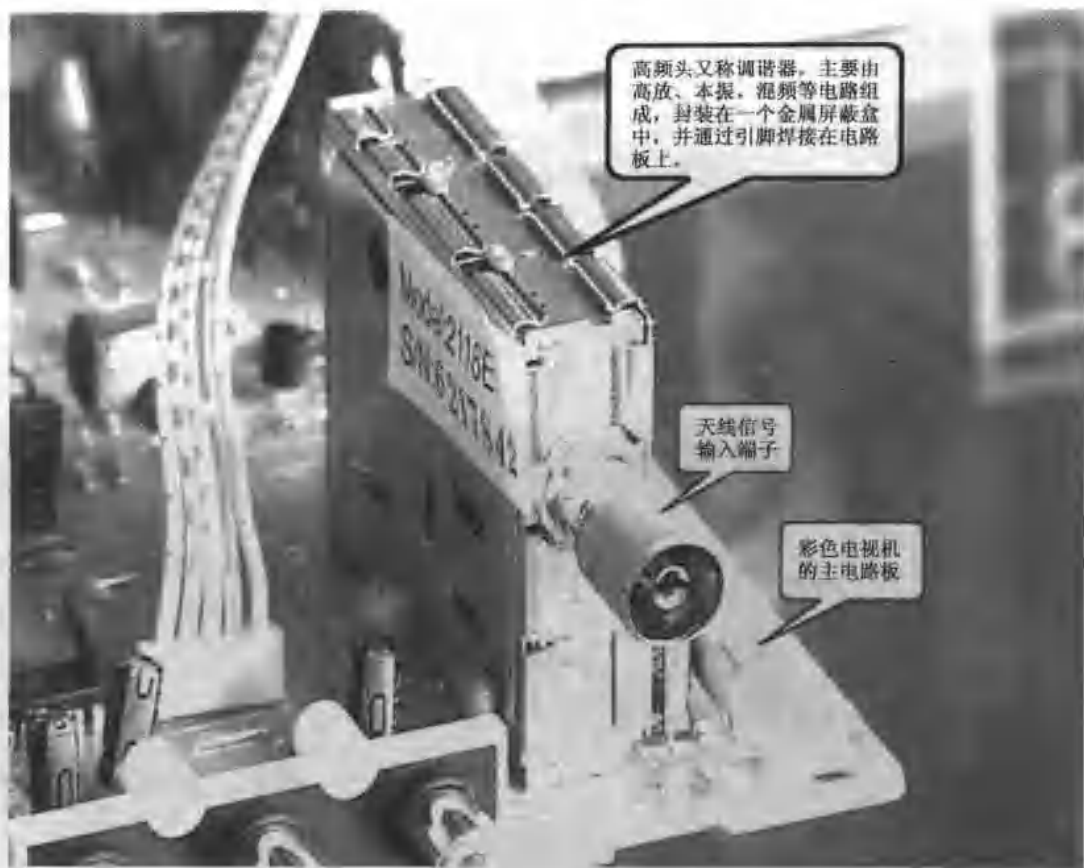
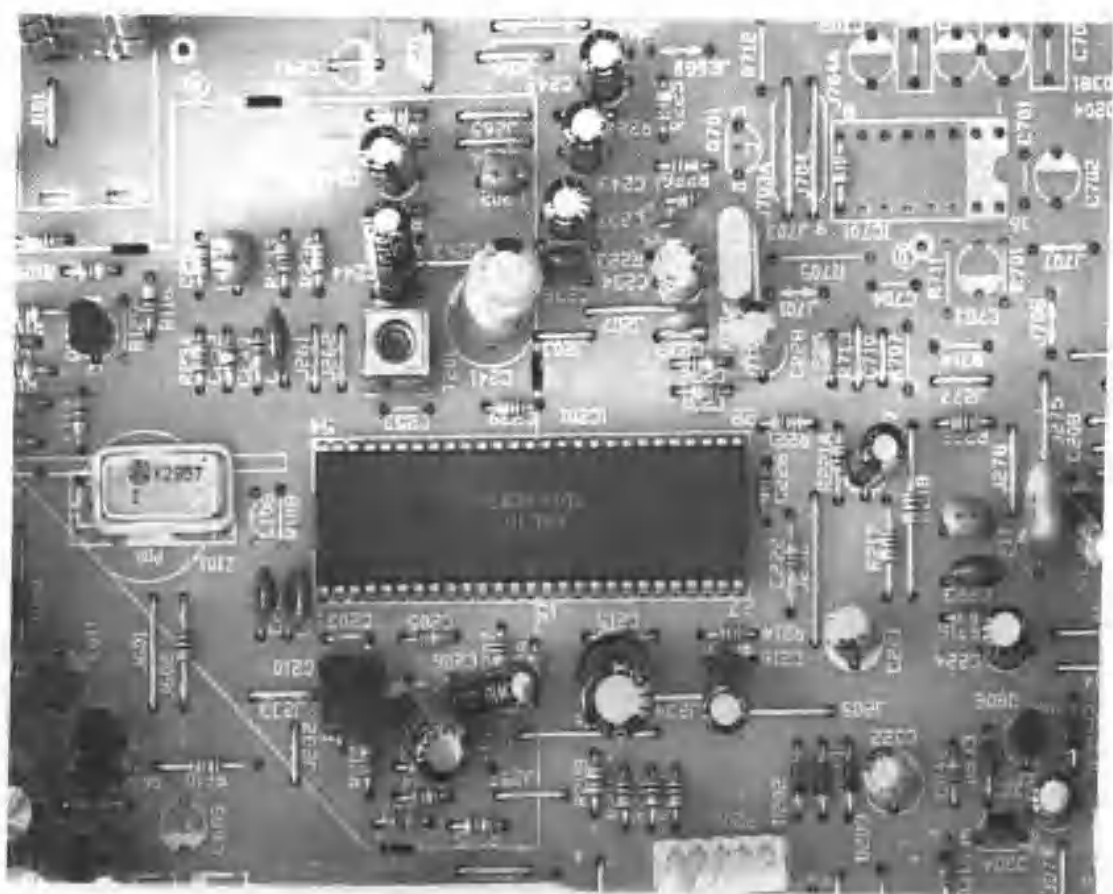

图 1-3 调谐器
图 1-4 中频、视频解码一体化 IC
(1) 调谐器。这是电视机处理电视信号的第 1 道关口, 要求功率增益高, 噪声系数小。由于调谐器处理的信号频率很高, 因此都封装在金属盒中, 通过引脚焊在电路板上。其功能是将天线输入的射频信号进行放大, 然后与本振信号进行混频, 输出中频电视信号。我国图像中频为 38 MHz, 伴音中频为 31.5 MHz, 如图 1-3 所示。
(2) 中频放大器。它的功能是放大图像中频信号, 且提供适当的幅频特性, 使适合残留边带及伴音差拍的需要, 并具有自动增益控制 (AGC) 功能。它的好坏, 将直接影响图像的清晰度、对比度、彩色稳定性和伴音的好坏。
(3) 视频检波与放大。它的任务有两条：一是对视频信号进行检波，以便从调幅的图像中频信号中检出视频信号，放大后送给亮度处理电路、PAL 制彩电解码电路和同步分离电路。二是将图像中频和伴音中频进行混频，产生 6.5MHz 的第二伴音中频信号送给伴音电路。中频放大、视频检波等电路通常制成集成电路，如图 1-4 所示。
(4) 伴音电路。它和黑白电视机类似。它包括第二伴音中频放大、限幅电路、鉴频电路和音频放大电路。它先将 6.5MHz 调频的第二伴音中频信号放大, 用鉴频器进行调频解调, 解出音频信号, 再经音频放大器放大去推动扬声器发声, 音量大小可以在这里进行控制。
(5) 亮度信号处理电路 (即亮度通道)。它的功能是对亮度信号进行放大、延时, 同时进行亮度和对比度的控制。